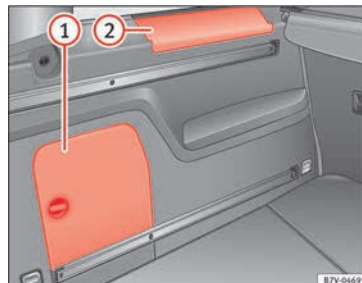

Abb. 188 Im Gepäckraum: seitliches Ablagefach
Seitlich im Gepäckraum befinden sich weitere Ablagefächer » **Abb. 188** ① und ②. Zum »